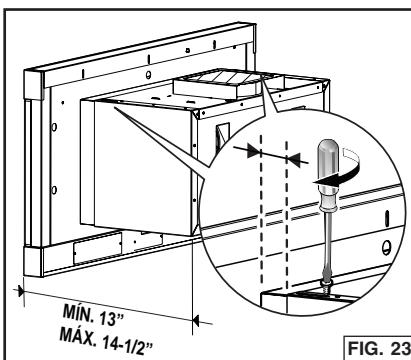

FIG. 23
1. Afloje los dos (2) tornillos en la parte superior de la caja de la campana para cocina. Fig. 23.
3. Vuelva a ajustar los dos (2) tornillos en la parte superior de la campana para cocina.